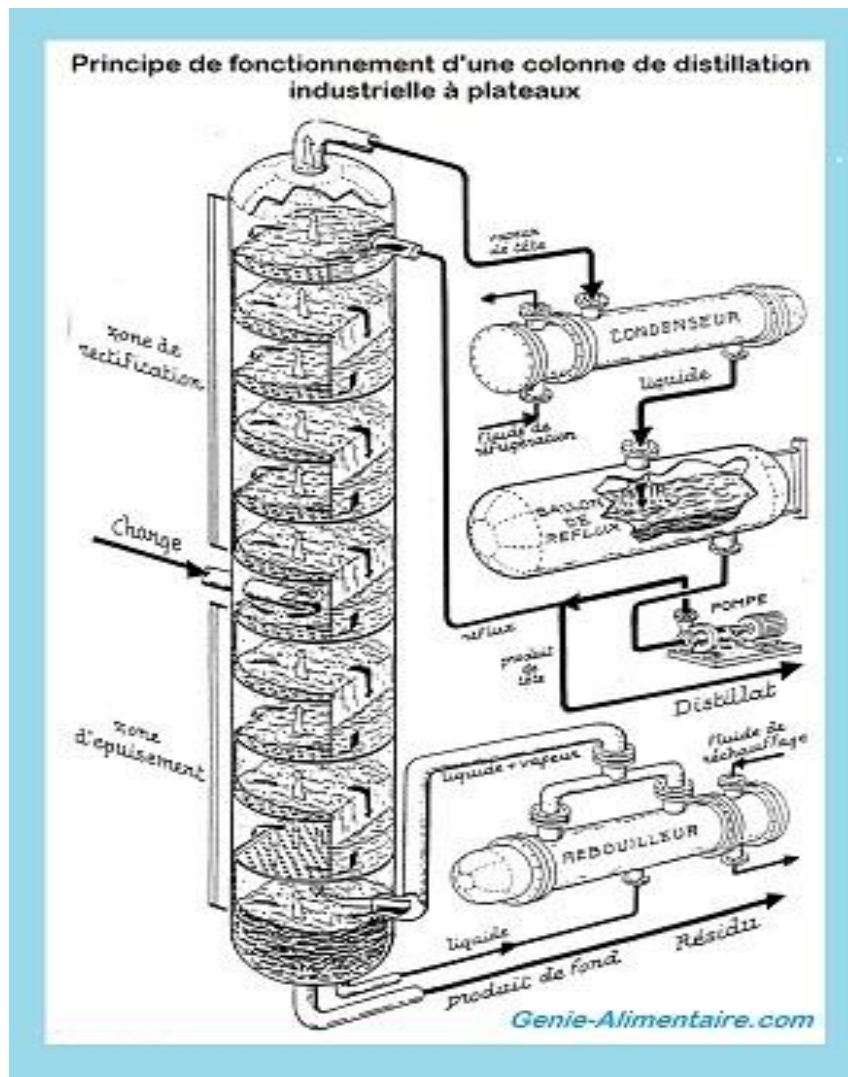

Figure 22 : Colonne industrielle
- de **colonnes de distillation** continue (**Figure 22**) : il s'agit d'une rectification (distillation répétée),